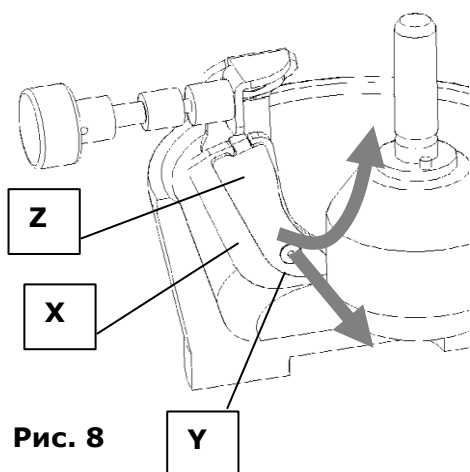

Рис. 8
- Если скребок не полностью соприкасается с дном ступки и внутренней стенкой ступки (пунктирная линия на рис. 8), то его нужно настроить заново.